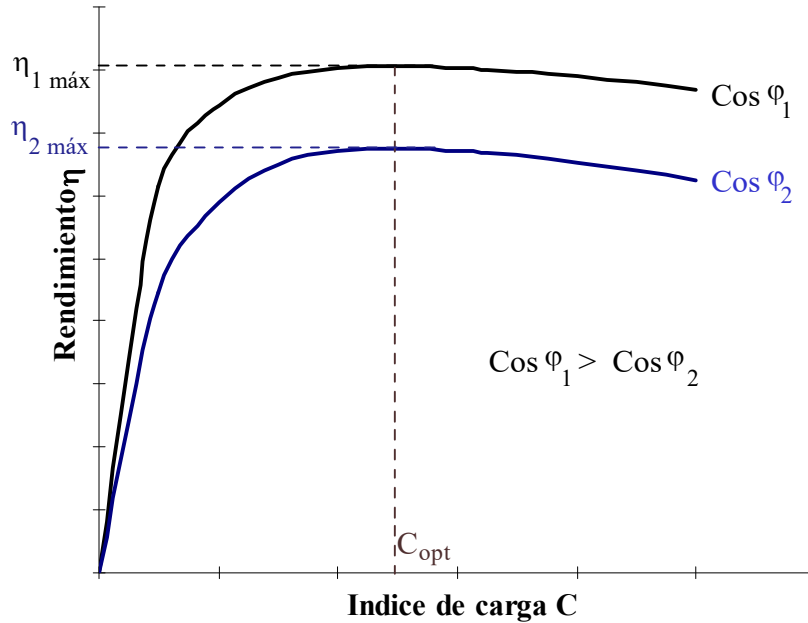

Fig. 1: Curvas de rendimiento η en función del índice de carga C para varios factores de potencia
En la Fig. 1 se han representado varias curvas en las que se aprecia cómo varía el rendimiento η en función del índice de carga C a factor de potencia constante. Estas curvas se han dibujado aplicando la relación (1). Se puede apreciar que hay un índice de carga C_{opt} con el cual, para un factor de potencia dado, el transformador funciona a su máximo rendimiento $\eta_{\text{máx}}$. Este índice de carga óptimo es común para todos los factores de potencia y se produce cuando las pérdidas variables igualan a las fijas: